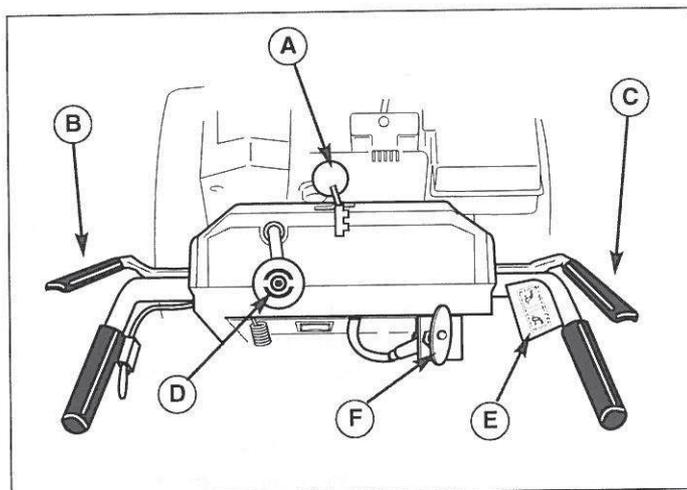

Figura 2. Comandi (lato operatore)
6. Controllare che il comando della trasmissione (B, Figura 2) e quello della coclea (C) funzionino correttamente. Qualora sia necessario effettuare una regolazione, fare riferimento al capitolo Manutenzione, per le procedure corrette.
7. Controllare che il comando di orientamento dello scivolo (D, Figura 2) funzioni correttamente. Lo scivolo di scarico deve essere libero di girare in entrambe le direzioni. Per le procedure di regolazione e l'individuazione dei guasti, fare riferimento al capitolo Manutenzione.
8. Controllare che il deflettore dello scivolo (E, Figura 2) funzioni correttamente. Il deflettore deve essere libero di ruotare in alto ed in basso, una volta allentata la manopola del deflettore dello scivolo.
10. Controllare che la leva del cambio (A, Figura 2) possa essere manovrata agevolmente. Il comando deve essere in grado di ingranare le varie marce e restare in sede una volta rilasciato. Se il cambio non è in grado di passare da una marcia all'altra (marcia avanti e retromarcia), rivolgersi alla concessionaria di fiducia per assistenza.
3. Premere a fondo e tenere premuto il comando d'innesto della coclea (C, Figura 2) sull'impugnatura destra del manubrio, in modo da consentire la rotazione della coclea. Rilasciando il comando d'innesto della coclea si disinnesta la coclea, ad eccezione del caso in cui non sia stato attivato il comando Free-Hand(tm) (vedere la fase 5, riportata sotto).
4. Premere a fondo e tenere premuta la leva di comando della trazione e del Free-Hand(tm) (B, Figura 2), sull'impugnatura sinistra del manubrio, in modo da inserire il comando della trazione e consentire lo spostamento dello spazzaneve. Per disinserire il comando della trazione, lasciare andare completamente la leva.
6. Selezionare le marce richieste (marcia avanti o retromarcia) servendosi della leva del cambio (A, Figura 2). Prima di passare ad una marcia diversa, lasciare andare entrambe le leve di comando.
Per selezionare la velocità di marcia dello spazzaneve, utilizzare il cambio (A, Figura 2). L'unità dispone di cinque marce in avanti e di due retromarce.
Per passare da una marcia all'altra, rilasciare entrambe le leve di comando (B, Figura 2), quindi portare il cambio sulla marcia prescelta. Per riprendere alla velocità precedente, premere a fondo le leve di comando.